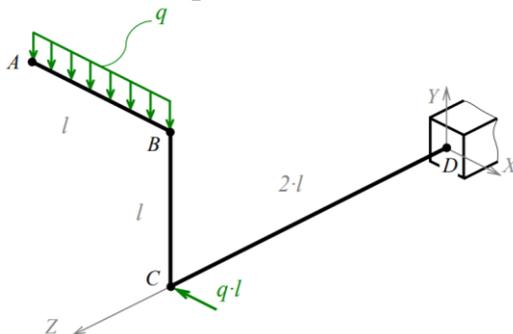

Рисунок 1. Расчетная схема рамы.
**Задание 1.** Построить эпюру внутренних изгибающих и крутящих моментов в стержнях рамы (рисунок 1), состоящей из трех прямых стержней и нагруженной распределенной силой  $q$ .